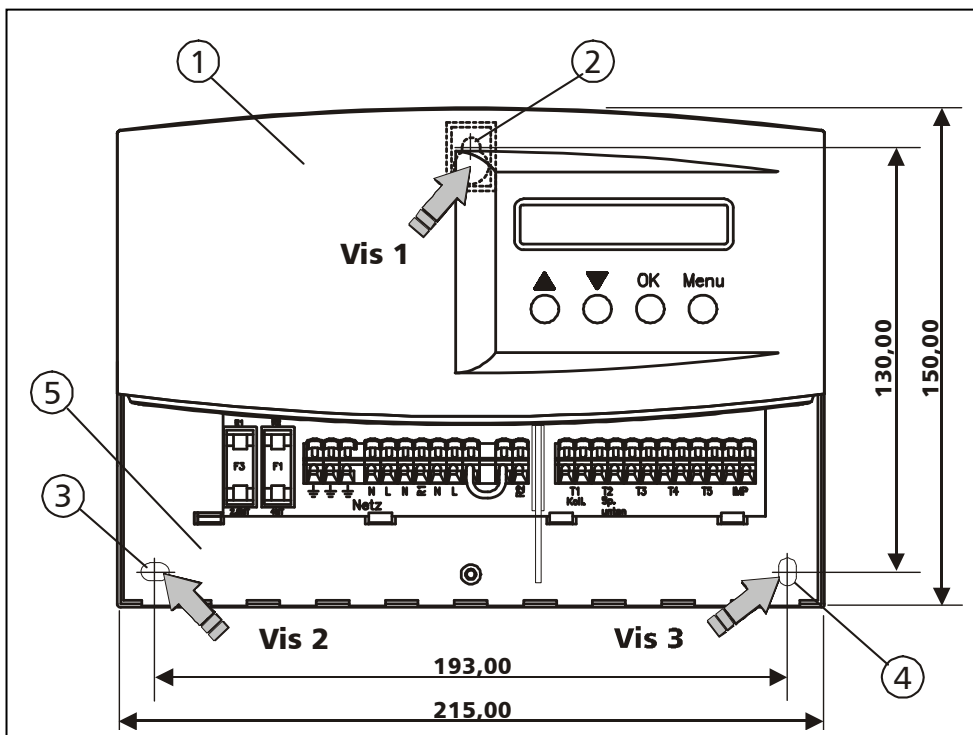

Fig.4: Dessin d'installation
Evider d'abord les cavités prévues pour les entrées de câbles de secteur et les fils de connexion des sondes et de la pompe le long des perforations sur la paroi du boîtier. Vous remarquerez des rétrécissements aux endroits prévus à cet effet (figure 4, Pos ①). Faites deux ouvertures perpendiculaires dans la paroi du boîtier en plastique pour chaque entrée de câble à l'aide d'une pince à dénuder ou une pince électronique coupant de côté. L'écart entre le rebord inférieur de l'ouverture et la base du boîtier ne devrait pas dépasser 2 mm. Ensuite casser les languettes plastiques en les pliant et repliant plusieurs fois.
Une fois le compartiment des bornes (Figure 4, Pos. 5) fermée à l'aide du couvercle de la boîte à bornes et de la vis de boîtier correspondante, le réseau peut être mis en service. Après la mise en service, l'écran LCD doit afficher le premier menu du programme – Mesurées.